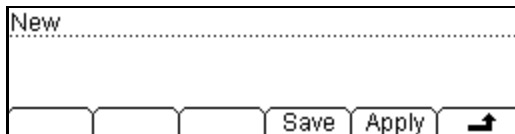

図 2-48 ファイルの保存画面
- 図 2-48 においてメニュー項目の **Apply** を押すと、関連データを設定して直接使用することができます。